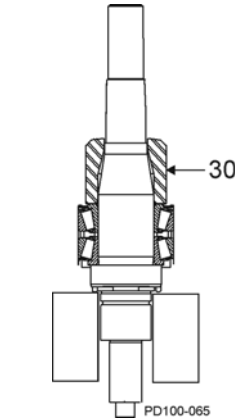

Figura 82 - Instale o espaçador de rolamentos
7. Instale o espaçador de rolamentos (Figura 82, item 30).